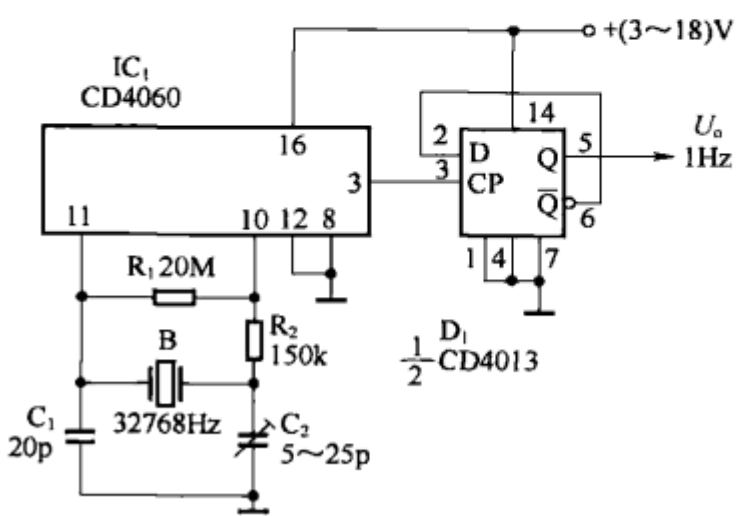

图 8-50
图 8-50 所示为采用 CD4060 构成的石英晶体秒脉冲发生器。CD4060 内含振荡器，制作秒脉冲发生器具有电路简洁、工作可靠、成本低、精度高的特点。CD4060 的⑩脚和⑪脚的内部门电路与外接的晶体元件等构成典型的晶体振荡器，振荡频率由晶体 B 决定 ($32768Hz$)，调节 C_2 可微调振荡频率。32768Hz 的振荡信号由 CD4060 内部的 14 级二进制分频器分频后，从③脚输出 2Hz 脉冲信号，再由 D_1 进行一次二分频，即得到 1Hz 的标准秒脉冲信号。